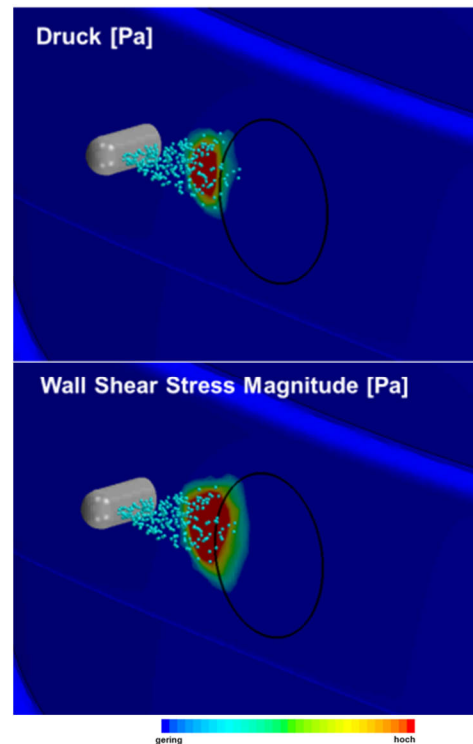

Abbildung 4: Strahlkräfte und Reinigungswirkung
- Strahlkräfte und Reinigungswirkung des Sprays (Abbildung 4)